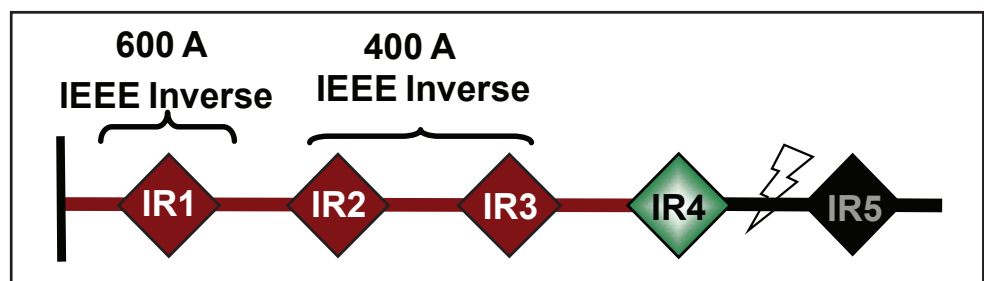

Figura 26. Falta permanente CEC; IR2 e IR3 retornam para a curva CEC rápida.
- IR2 e IR3 retornam à curva rápida CEC original. Ver Figura 26 na página 44.